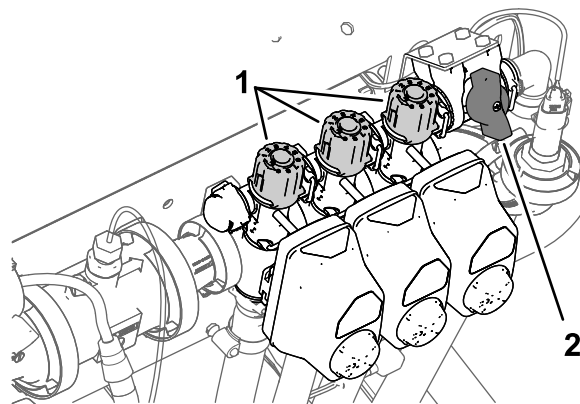

Figure 29
2. Désactivez la section gauche et réglez le bouton de dérivation de section (Figure 29) jusqu'à ce que le débit affiché corresponde au précédent selon le tableau.
4. Réglez le bouton de dérivation de la section droite (Figure 29) jusqu'à ce que le débit indiqué corresponde au précédent selon le tableau.
6. Réglez le bouton de dérivation de la section centrale (Figure 29) jusqu'à ce que le débit indiqué corresponde au précédent selon le tableau.